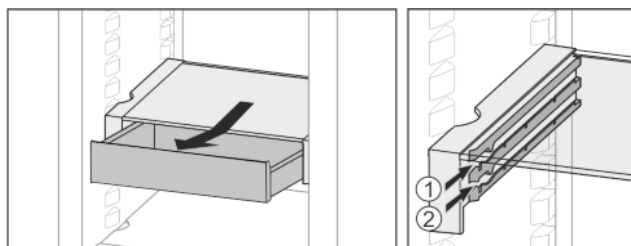

Fig. 23
- ▶ Zasuňte v libovolné výšce Fig. 23 (1) nebo Fig. 23 (2).